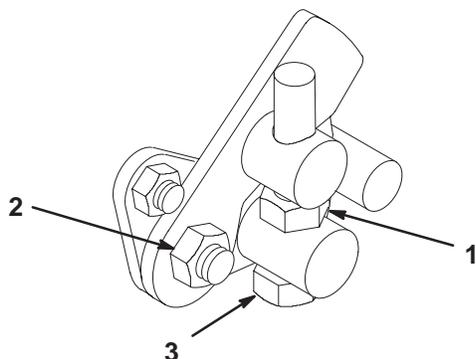

Bild 43
1. Lockern Sie die Klemmmutter an der Drehzapfenkopfschraube (Bild 43).
4. Ziehen Sie die Sicherungsmutter an der Drehzapfenkopfschraube und die Mutter am Pedalgelenk fest, um die Einstellung zu arretieren (Bild 43). Prüfen Sie die Einstellung und nehmen Sie ggf. eine weitere Einstellung vor.